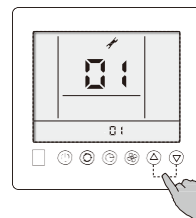

Рис. 2
2. Натисніть кнопку зі стрілкою вгору або вниз, щоб налаштувати код параметра, що зчитується користувачем. Докладніше див. в таблиці 1. Наприклад, зображення нижче означає, що це повітропровід внутрішнього блока (див. рис. 2).